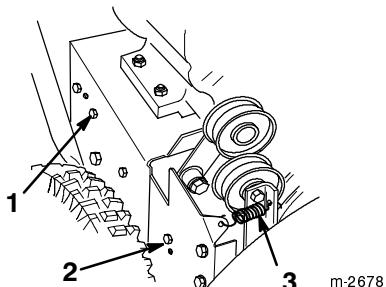

Figure 26
- Desserrez le bras de frein de tarière. Pour ce faire, desserrez la vis arrière et retirez la vis avant (Fig. 26).
- Déposez le ressort de poulie folle (Fig. 26). Laissez le bras de frein prendre librement, mais hors du chemin.
3. Desserrez le bras de frein de tarière. Pour ce faire, desserrez la vis arrière et retirez la vis avant qui fixent l'ensemble de bras de frein au châssis (Fig. 26).
4. Déposez le ressort de poulie folle (Fig. 26). Laissez le bras de frein pendre librement, mais hors du chemin.